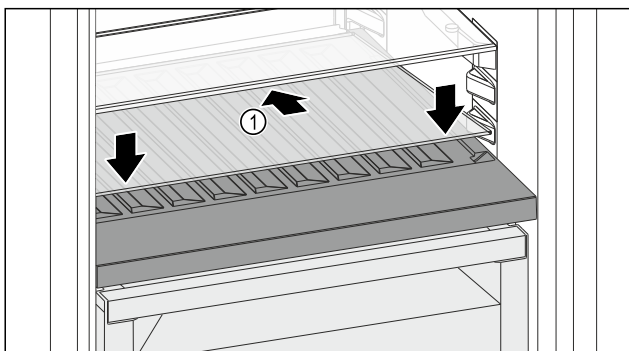

Fig. 151
- ▶ Вставьте стеклянную пластину Fig. 151 (1) наискосок и с уклоном назад вниз.
- ▶ Опустите стеклянную пластину Fig. 151 (1) спереди.